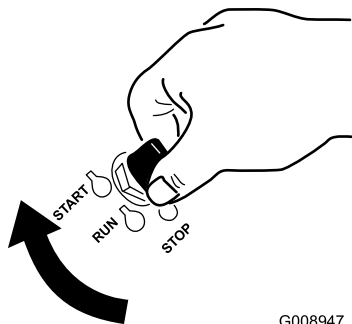

Figure 22
6. Tournez la clé de contact à la position de DÉMARRAGE (Figure 22).